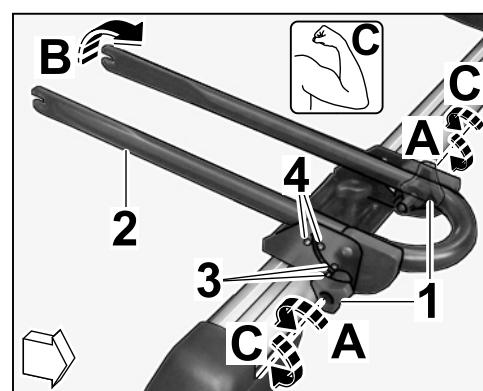

Figura 28
- 6.2.1 Aflojar un poco el tornillo de muletilla lateral (2 uds.) ( $\Rightarrow$  Figura 28-A-).
- 6.2.2 Levantar la horquilla del soporte de rueda delantera en vertical ( $\Rightarrow$  Figura 28-B-).
- 6.2.3 Apretar el tornillo de muletilla lateral (2 uds.) ( $\Rightarrow$  Figura 28-C-).